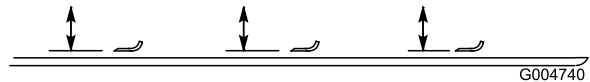

Bild 98
2. Drehen Sie die Schnittmesser, bis die Enden nach vorne und hinten zeigen (Bild 98). Messen Sie von der Innenseite des Mähwerks bis zur Schnittkante an der Vorderseite des Messers. Notieren Sie diesen Wert.